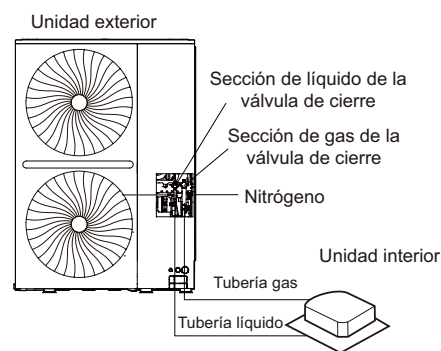

Fig.5.35
8. Lave las otras aberturas de la misma manera, trabajando en secuencia desde la unidad interior A hacia las unidades exteriores. Consulte Fig. 5.35.